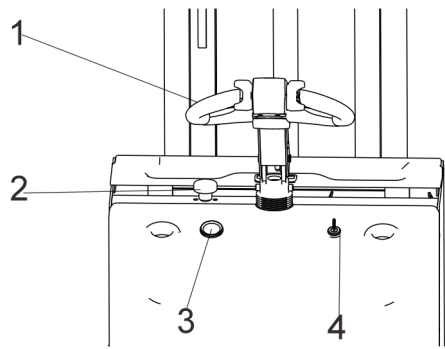

图 7-1 操作控制台
- 小心的将急停开关（图 7-1 中 2 ）拔起。
- 开始操作时插入钥匙开关（图 7-1 中 4），将其旋转至打开位置。
若存在任何故障或车辆不可操作，请停止使用车辆并按下急停开关。如果可能，请将车辆停放在一个安全区域，将钥匙开关（**如有**）（图 7-1 中 4）旋转至关闭位置并拔出钥匙，然后按下急停开关（图 7-1 中 2）。立即通知管理者或联系您的售后服务人员。如果有必要，使用专用拖/起重设备把卡车从操作区域拖出。
紧急情况下或车辆倾覆时，请保持安全距离。如果可能，按下急停开关（图 7-1 中 2），切断车辆电源。